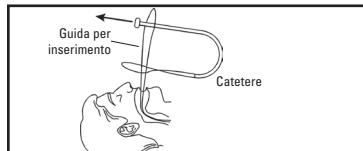

Figura 4
- Passare l'estremità del Button del catetere One Step attraverso il cappio della guida per inserimento e tirare l'intero catetere attraverso il cappio (Figura 4).